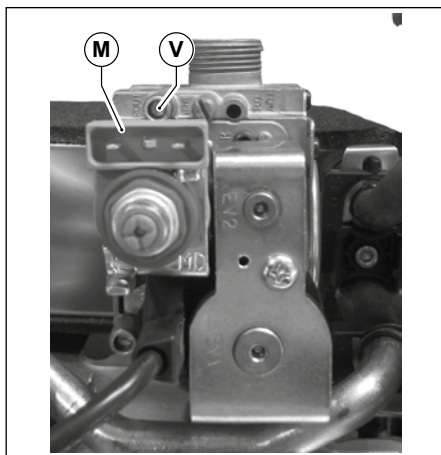

Fig. 40 Toma de presión
- Conectar un manómetro a la toma de presión **V** (ver Fig. 40 Toma de presión ).